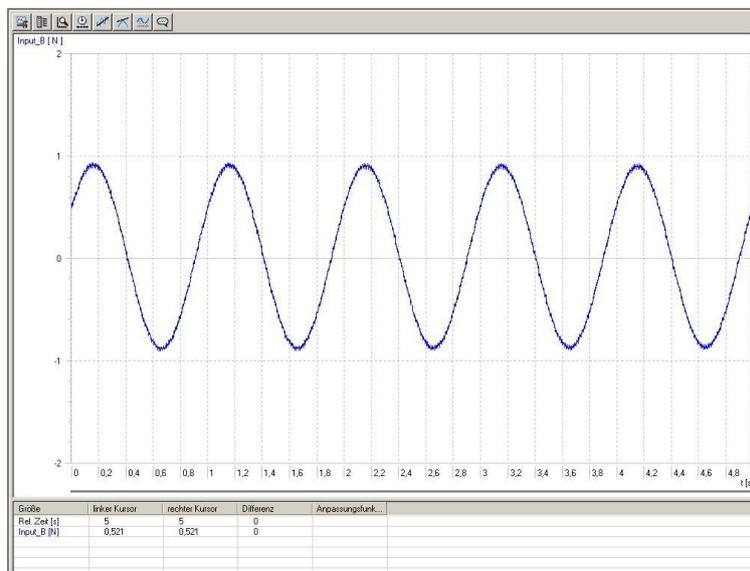

Fig. 2 Rappresentazione della schermata di un'oscillazione massa - molla debolmente smorzata in 3B NET/lab™
- Avviare la registrazione della curva di misurazione in 3B NET/lab™(Fig. 2).